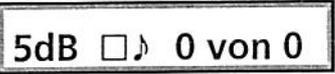

Bild 19 SISI Testablauf
- Danach erscheint der in Bild 19 gezeigte SISI Testablauf: